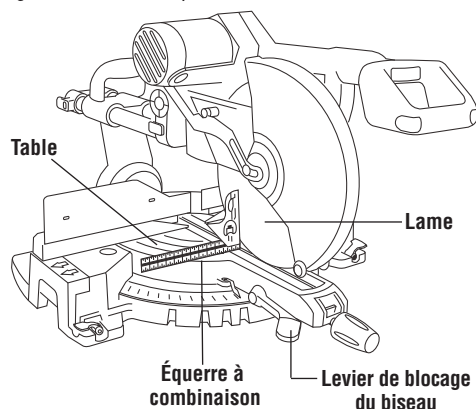

Figure 5. Lame d'équerre par rapport à la table
Abaissez la lame et engagez la cheville de blocage. Utilisez une équerre à combinaison pour vérifier si la lame est d'équerre par rapport à la table. Placez l'équerre sur la table et pressez-la contre la lame. Si la lame ne vient pas en contact avec toute la longueur de l'équerre (Figure 5), suivez la procédure d'alignement décrite ci-après.
5. Placez l'équerre à combinaison à plat sur la table et contre le guide (voir figure 5).
surface de l'équerre (figure 5), suivez la méthode de réglage qui suit.